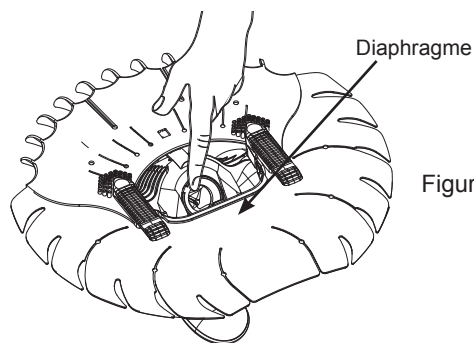

Figure 1
1. Mettez le robot sur le côté (Voir la Figure 1).